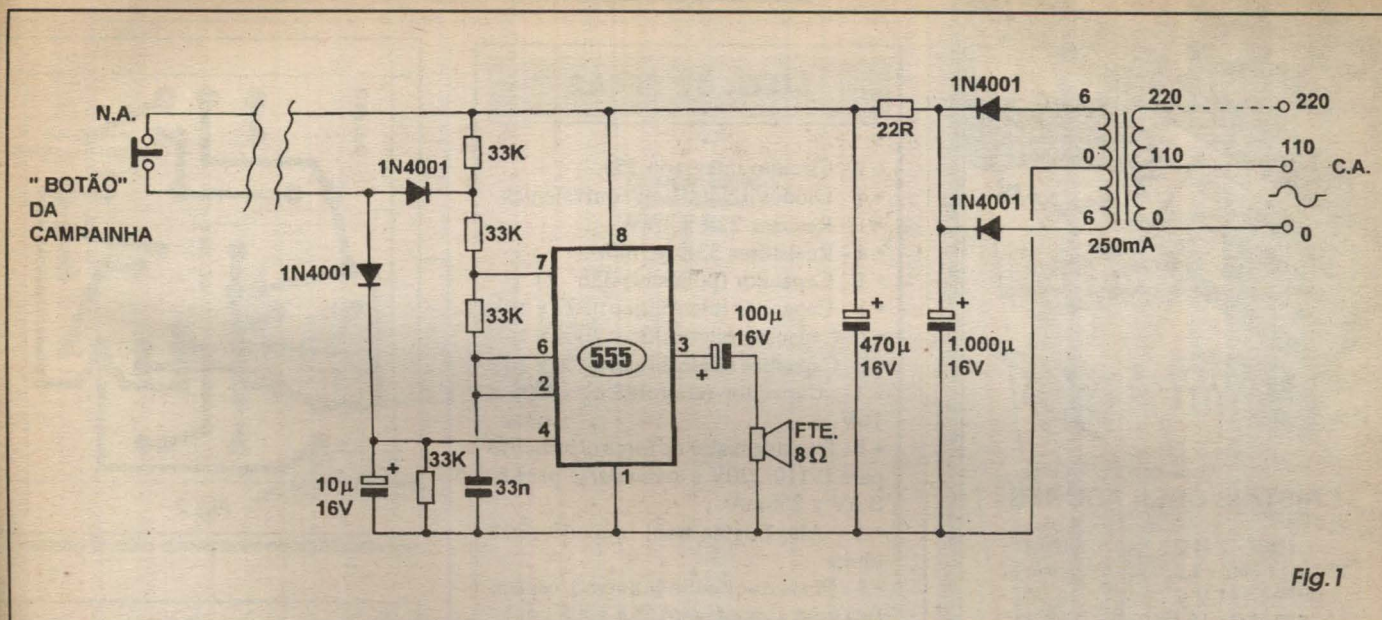

Fig. 1
**- FIG. 1 - DIAGRAMA ESQUEMÁTICO DO CIRCUITO** - Em síntese, nada mais do que um astável com integrado 555, porém com algumas pequenas (e fundamentais...) alterações... Inicialmente, notar que o circuito é alimentado por fonte incorporada, a transformador (através de cujas ligações do *primário* é possível adequar o funcionamento a rede C.A. de 110 ou 220 volts, facilmente...), super-bem filtrada pelo arranjo em *pi* formado pelos eletrolíticos de 1000u e 470u, mais o resistor de 22R (essa super-filtragem permite que o som saia *puro*, livre de distorções ou de inter-modulações sob *ripple* de 60 Hz...). Verificar que o 555 permanece, o tempo todo, alimentado pelos seus pinos 8 e 1 (respectivamente **positivo** e **negativo** da alimentação C.C.). Lembremos, contudo, que o arranjo apenas pode oscilar efetivamente, quando o pino 4 do integrado encontrar-se polarizado *positivamente*, o que só ocorre quando o *push-button* N.A. é premido (*fechado*). Quando isso acontece, a manifestação se dá na frequência determinada pelos valores do capacitor de